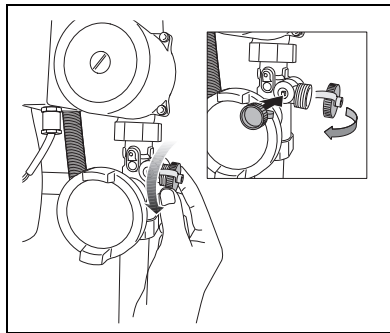

Bild 11 Ta bort påfyllnings- och tappningskranens lock
- Skruva av locket (→ bild 11).